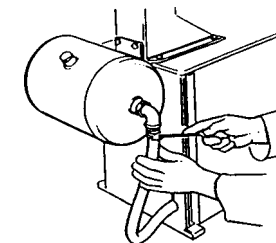

fig.34a
- Inserire il tubo di gomma nel raccordo della bombola e stringere la fascia (fig.34a)
- Connect the rubber hose to the cylinder connector and tighten the connector band (fig.34a).
- Insérer le tuyau en caoutchouc dans le raccord de la bouteille et serrer la bande (fig. 34a).
- Den Gummischlauch in das Anschlußstück der Flasche schieben und den Sicherungsring anziehen (Abb. 34a).
- Introduzca el tubo de goma en la unión de la bombona y apriete la abrazadera. (fig. 34a).